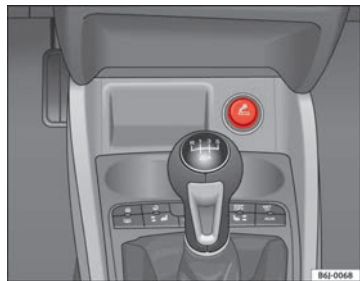

Fig. 86 Accendisigari
- Premere il pulsante dell'accendisigari ⇒ fig. 86 per attivarlo ⇒ ⚠.